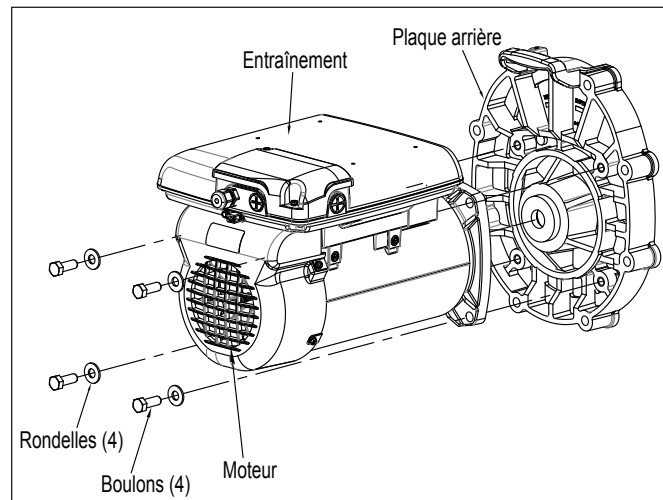

Figure 18. Ensemble plaque arrière, moteur Regal Beloit
3. Prendre note de l'alignement de la plaque arrière du moteur, tel qu'il est indiqué au figure 18. Placer le joint torique de l'assemblage de la plaque arrière du moteur avec la face vers le sol, desserrer les quatre vis 14 mm (9/16 po) et retirer le moteur.